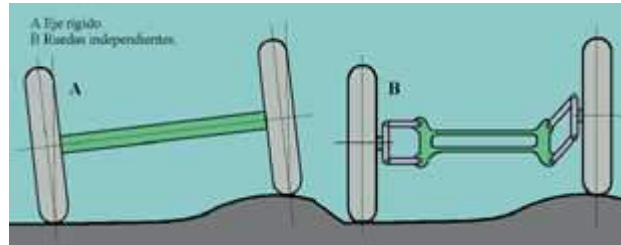

Fig. 9
• **Diferencias entre la suspensión con ruedas independientes y por eje rígido (fig. 9)**